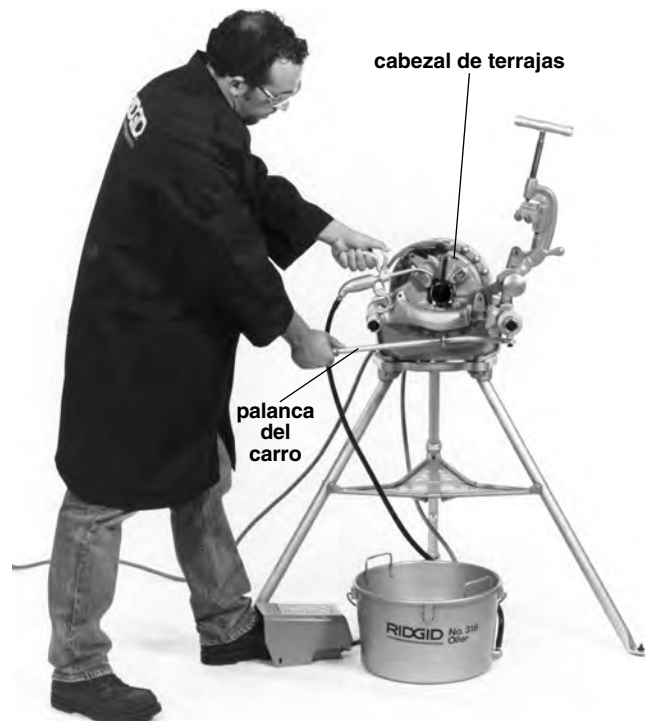

Figura 11 – Roscado de un tubo con un cabezal de terrajas de autoapertura o uno de apertura rápida
4. Adopte la postura correcta para trabajar (Figura 11).
1. Chequee que la escariadora y el cabezal de terrajas se encuentren hacia la parte trasera del carro (*Figura 11*).